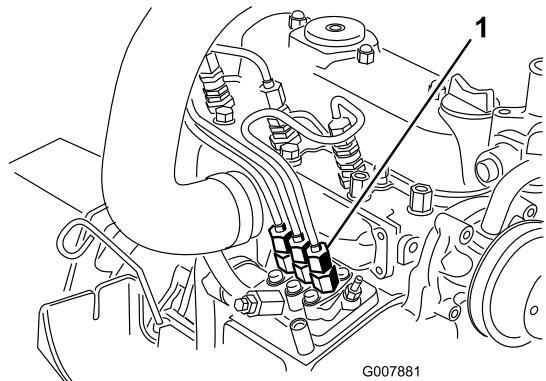

図 46
1. 燃料噴射ポンプから No. 1 インジェクタノズル（図 46）へのパイプ接続部の下にウェスを当て、パイプの接続をゆるめる。